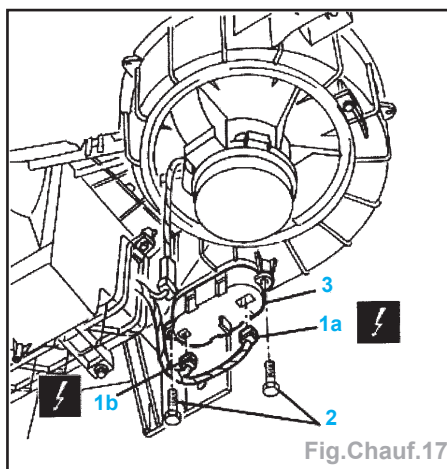

Fig. Chauff.17
- Débrancher les connexions (1a et 1b), déposer les vis (2) et le variateur (3) (Fig. Chauff.17).